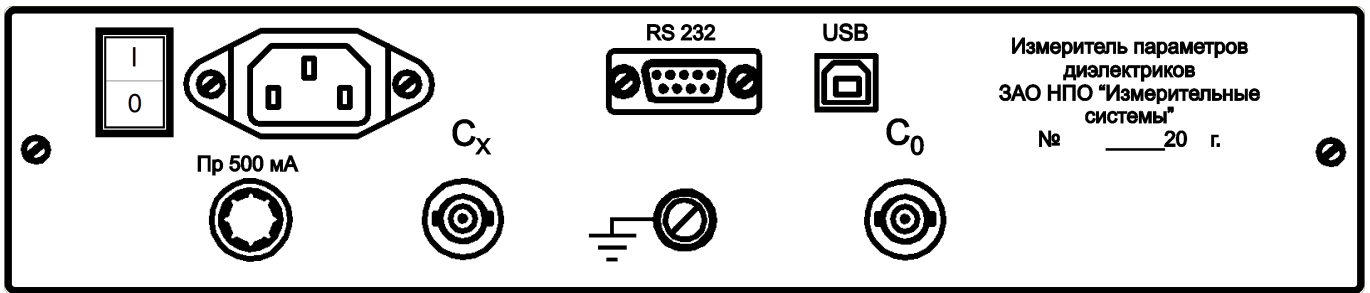

Рисунок 2. Внешний вид задней панели измерителя
8.2.1. Кнопка включения питания расположена на задней панели измерителя (см. рисунок 2).